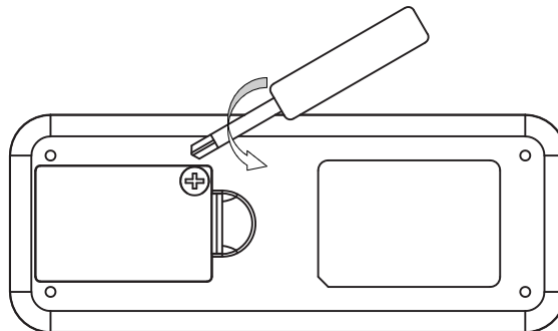

Imagen 11a
7. Afloje el tornillo de la tapa del compartimiento de la pila (imagen 11a).